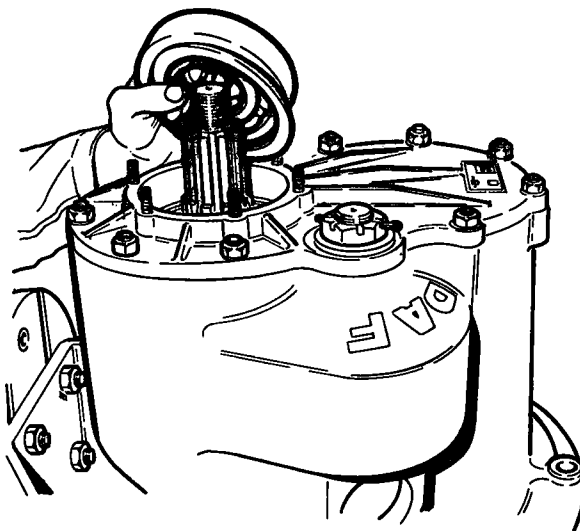

Fig. 12
10. Leg vulplaten met een totale dikte van 2 mm in de boring en breng het speciale lager of de ring (zie A6) aan (zie A5) (fig. 12).